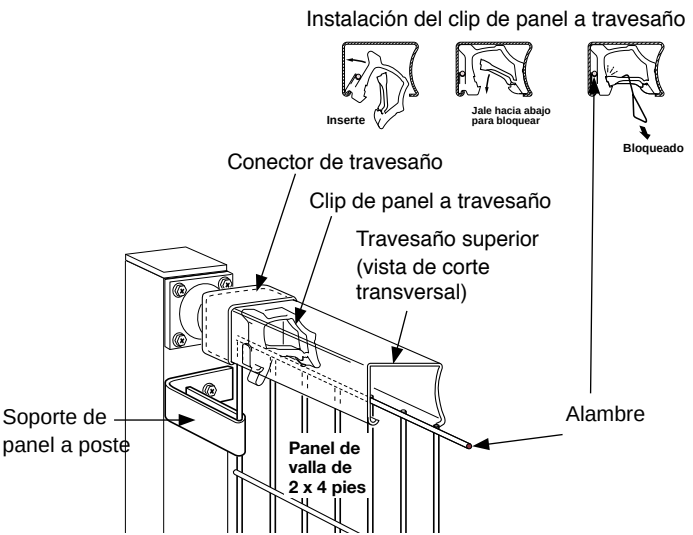

Fig. 16 Ubicaciones de los clips de panel a travesaño y los clips de panel
- Repita este proceso para cada sección de 8 pies, posicionando un clip en el centro de cada panel de 2 pies (Fig. 16). Conecte dos paneles juntos utilizando tres clips de panel.